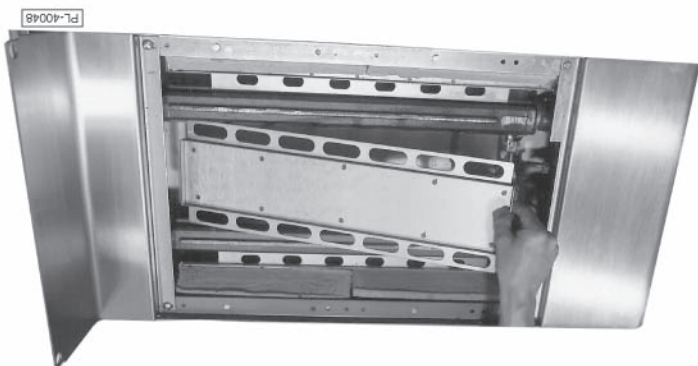

Fig. 14
4. Briques larges (2) – Les installer au centre comme l'illustrent les figures 14 et 15.
2. Supports étroits (2) – Déposer de chaque côté, la surface uniforme vers le bas et les trous ovales vers l'extérieur (Fig. 14).